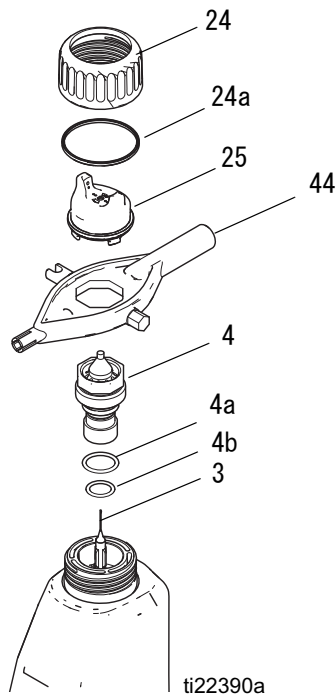

図 28 エアキャップ / ノズルの交換
2. 保持リング (24) とエアキャップ (25) を取り外します。図 28 を参照してください。
3. 流体ノズル (4) アセンブリをマルチツール (44) で取り外します。